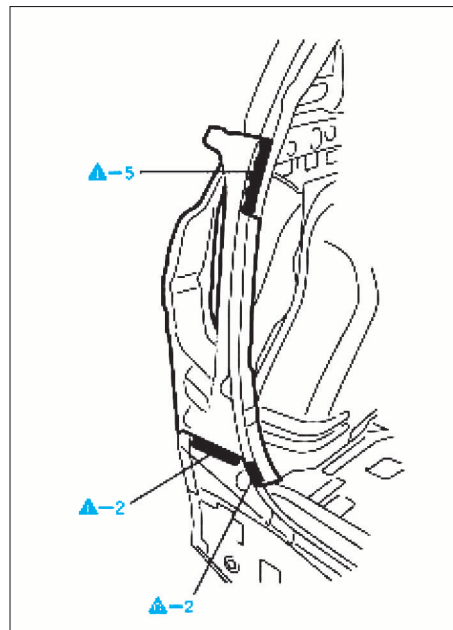

FIG. 29
- Dépointer aux endroits indiqués (**Fig.29**).